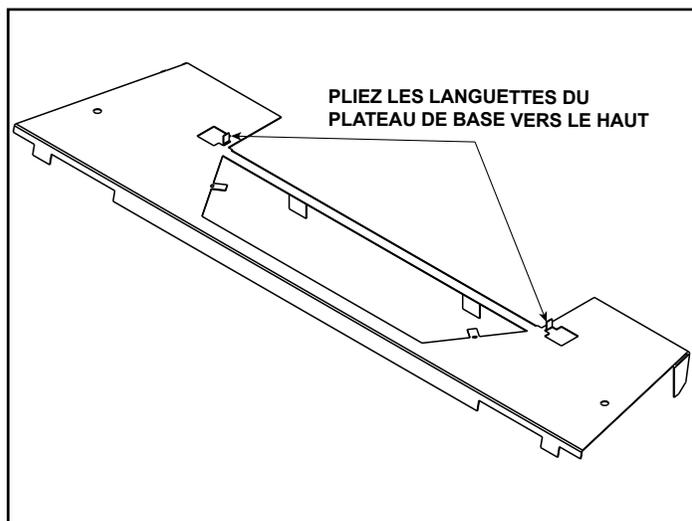
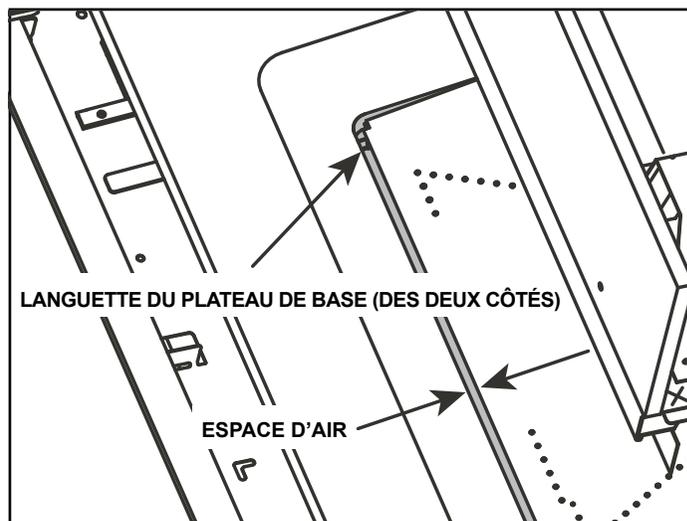

Figure 2 Pliez la languette du plateau de base
Figure 3 Plateau de base installé
1. Vérifiez que le plateau de base est positionné aussi loin que possible vers l'avant. Pliez les languettes gauche et droite du plateau de base à 90 degrés, comme indiqué dans la figure 2. Le fait de plier les languettes du plateau de base vers le haut crée un espace d'air entre le brûleur et le réfractaire de base, comme le montre la figure 3. Installation du réfractaire de base.